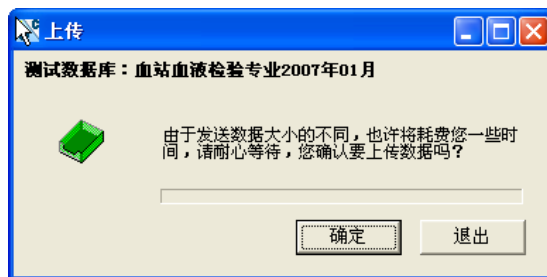

图 3-8-03 数据上传框
(3) 此时点击工具栏中的【发送】按钮选择【所有项目】或【选择项目】进行发送，随后出现数据上传框，见图 3-8-03，点击【发送】即可。